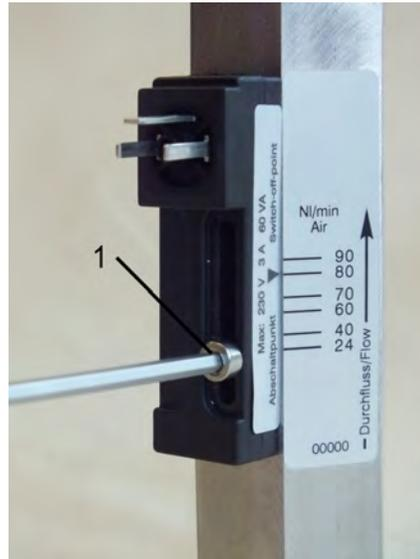

Abb. 31: Feststellschraube lösen
1. Die Feststellschraube des Schaltkontaktes ( Abb. 31/1) mit einem Sechskant-Schraubendreher lösen.
3. Feststellschraube des Schaltkontaktes ( Abb. 31/1) mit einem Sechskant-Schraubendreher wieder anziehen. Dabei Schrauben-Anziehdrehmoment beachten.